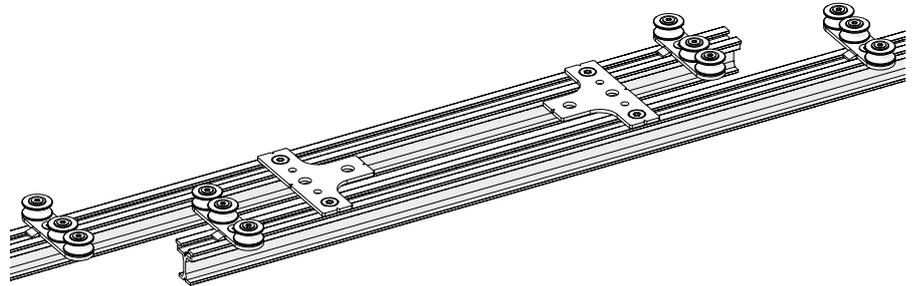

Abb. 90: Obenliegende Seilführung – Zweiläufiges Schienensystem
5. Nur bei zweiläufigem Schienensystem: Montieren Sie weitere Seilführungen, um das Seil auf den weiteren Schienenverlauf zu leiten (siehe zur Positionierung Abb. 90).